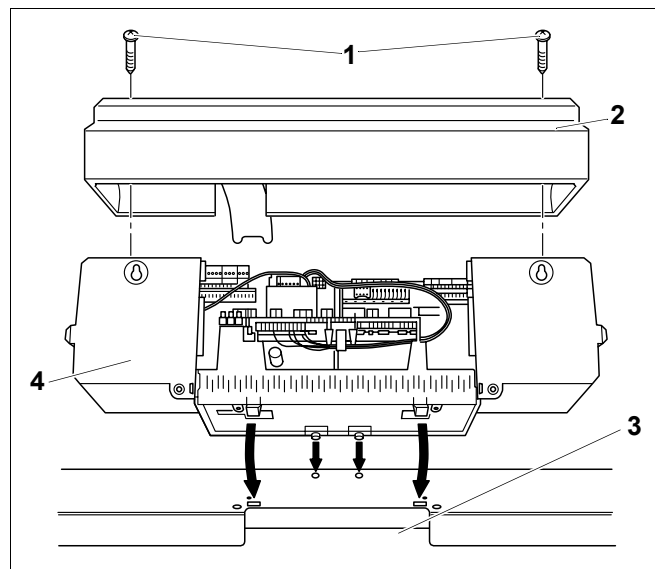
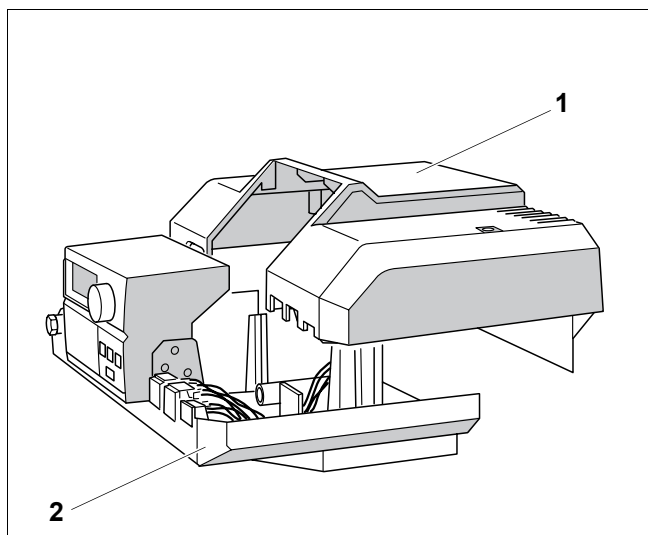

Рис. 14 Открытие и установка системы управления Logamatic 4000
Рис. 21 Установка крышки клеммного щитка
- Оба винта (рис. 14, **поз. 1**) выкрутить сверху из крышки клеммного щитка (рис. 14, **поз. 2**) и снять ее.
- Слегка наклонив систему управления вперед, установить ее так, чтобы передние крюки вошли в овальные отверстия. Систему управления подвинуть вперед и отклонить назад до защелкивания обоих упругих крюков справа и слева (стрелки на рис. 14).
- Капиллярные трубки провести через кабельный проход (рис. 14, **поз. 3**) и развернуть на требуемую длину.
- Установить крышку клеммного щитка (рис. 21, поз. 1 и рис. 14, стр. 35, поз. 2) закрепить ее винтами к системе управления (рис. 21, поз. 2 и рис. 14, стр. 35, поз. 4).